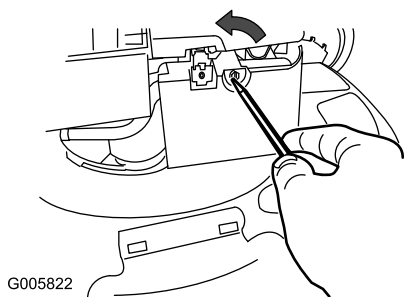

Figura 26
1. Aprite il coperchio del filtro dell'aria con un cacciavite (Figura 26).